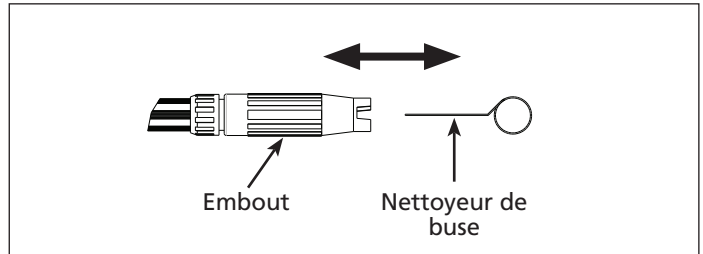

Figure 19
- Utiliser le nettoyeur de buse inclus ou un trombone déplié et insérer le fil dans le trou de l'embout pour ensuite utiliser un mouvement de va et vient jusqu'à ce que les débris soient débloqués (se reporter à la figure 19).